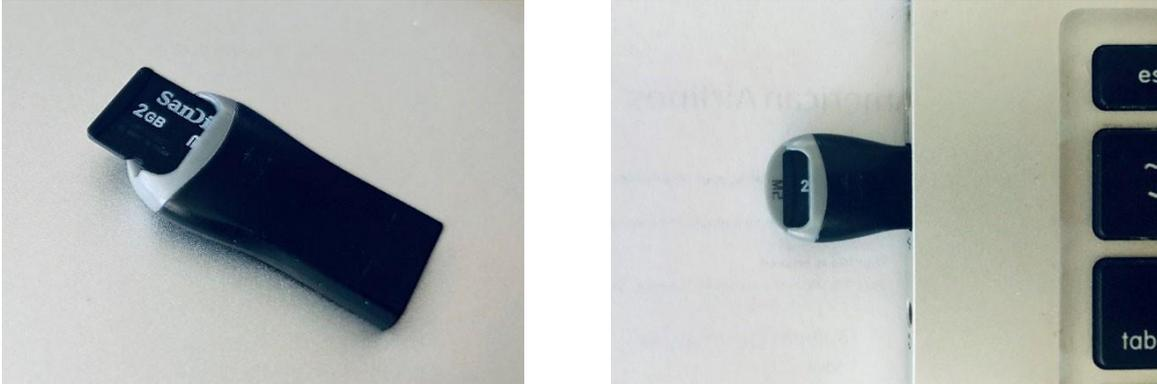

Figura 5-3: Adaptador de la tarjeta microSD
- Coloque la tarjeta microSD en una computadora u otro dispositivo para leer la tarjeta. En la mayoría de los casos esto podría requerir un adaptador para su computadora. Por ejemplo, a continuación se encuentra un adaptador típico de tarjeta microSD a USB para conectar la tarjeta en el puerto USB de la computadora. **Vea la Figura 5-3.**